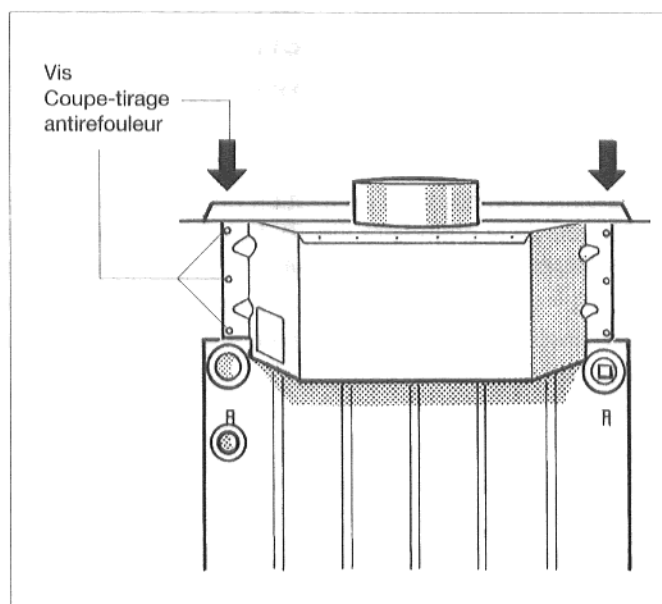

Fig. 4
- Fixer le coupe-tirage anitrefouleur à la boîte à fumées à l'aide des huit vis de fixation (incluses dans la livraison du coupe-tirage) (fig. 4).